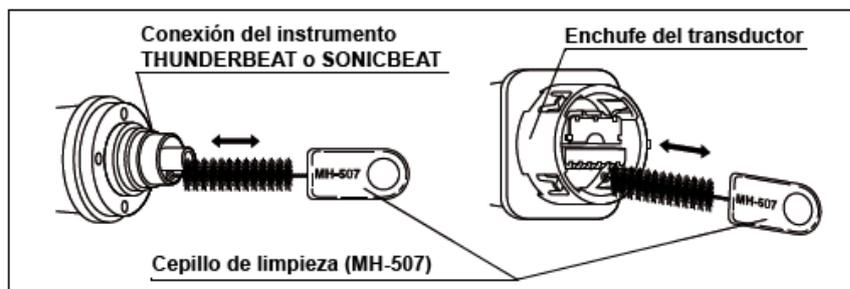

Figura 6.1
5. Limpie suavemente los huecos del interior del enchufe del transductor y las conexiones del instrumento THUNDERBEAT o SONICBEAT usando un cepillo de limpieza (MH-507) (véase la figura 6.1).